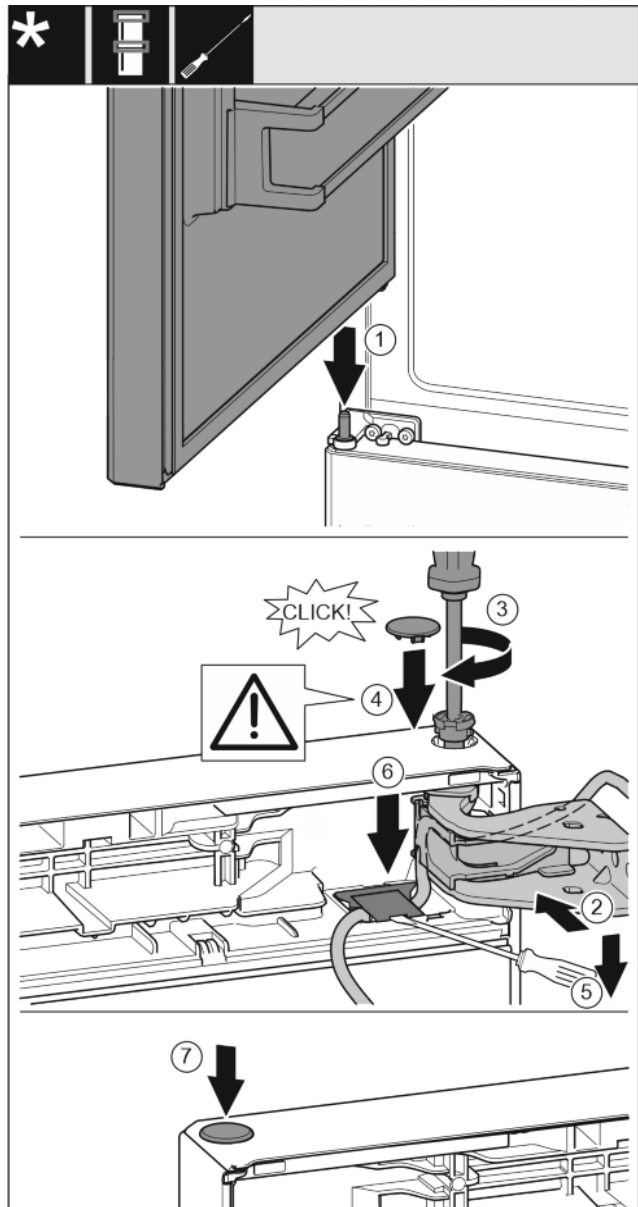

Fig. 33
- ▶ Obere Tür auf mittleren Lagerbolzen setzen Fig. 33 (1)
- ▶ Tür oben zur Öffnung im Lagerbock ausrichten. Fig. 33 (2)
- ▶ Bolzen einsetzen und mit Schraubendreher T15 festschrauben. Fig. 33 (3)
- ▶ Sicherungsabdeckung zur Sicherung der Tür montieren: Sicherungsabdeckung einsetzen und kontrollieren ob sie auf der Tür aufliegt. Ansonsten Bolzen vollständig einsetzen. Fig. 33 (4)
- ▶ Mit dem Schlitzschraubendreher die Abdeckung anheben und herausziehen. Danach den Kabel darunter einsetzen. Fig. 33 (5)
- ▶ Abdeckung wieder einsetzen und nach unten drücken bis sie einrastet. Fig. 33 (6)
- ▶ Stopfen einsetzen. Fig. 33 (7)